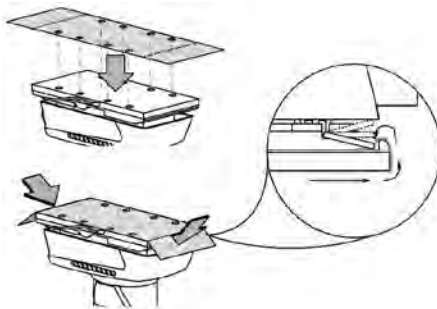

fig. 2 – desenho demonstrativo da fixação da lixa
Escolha a folha de lixa com o grão desejado, dobre as extremidades da lixa, coloque-a sobre a placa (5), as extremidades da lixa precisam ser colocadas sob os grampos (6), fig. 2.